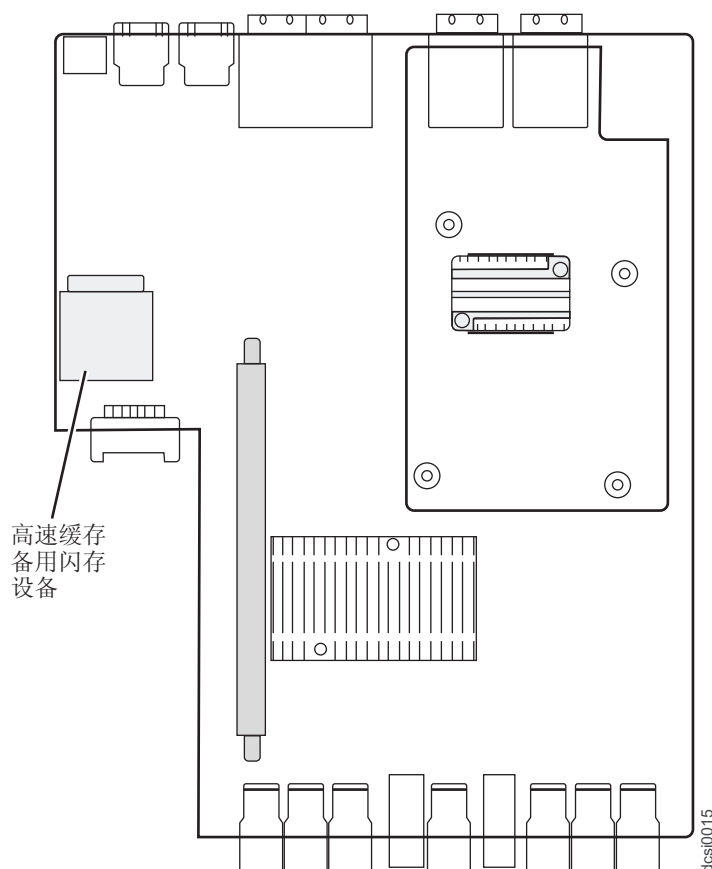

图 66. 高速缓存备用闪存设备的位置
12. 从控制器中卸下高速缓存备用闪存设备并将其安装在新控制器中。第 101 页的图 66 显示了控制器板上的高速缓存备用闪存设备的位置。